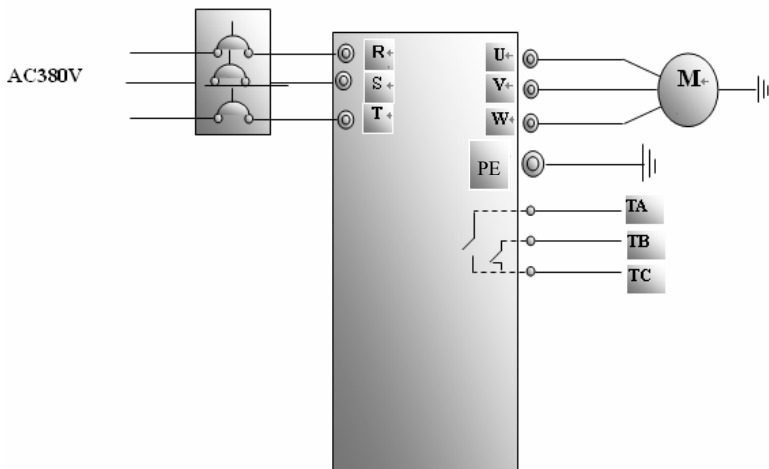

图 4-1 接线图 1
(1) 按图 4-1 配线，检查接线正确后，合上空气开关，变频器上电；
(1) 按图 4-1 配线, 检查接线正确后, 合上空气开关, 变频器上电;
(2) 按方式键, 进入编程菜单。
(3) 进行电机参数测量; 操作步骤与例 1 完全相同。
(4) 设置变频器的功能参数:
- ① 进入 F132 参数, 设置为 1, 选择键盘点动
- ② 进入 F106 参数, 设置为 0, 控制方式选择无速度传感器矢量控制;
- ③ 进入 F200 参数, 设置为 0, 选择操作键盘运行命令控制方式;
- ④ 进入 F124 参数, 设置点动运行频率为 5.00Hz;
- ⑤ 进入 F125 参数, 设置点动加速时间为 30s;
- ⑥ 进入 F126 参数, 设置点动减速时间为 30s;
- ⑦ 进入 F202 参数, 设置为 0, 选择正转锁定。